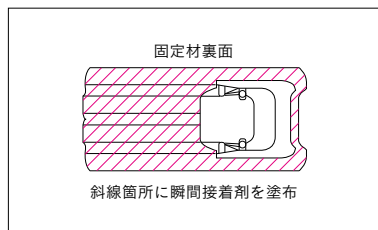

図7
② ホース固定材裏面外枠に瞬間接着剤を均一に塗布してください。(図7)